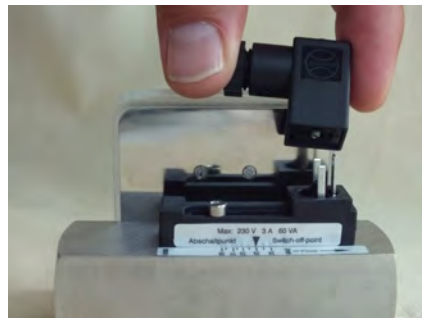

Abb. 23: Steckerdose abziehen
2. ➤ Steckerdose (Abb. 23) abziehen